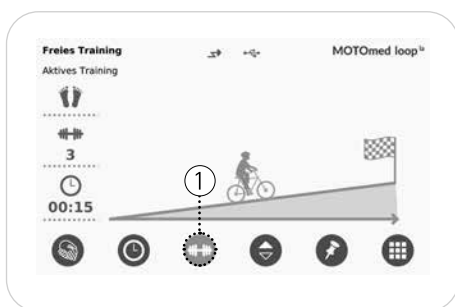

Abb. 5.32
siehe Abb. 5.32 Drücken Sie während des Aktivtrainings den Button ‚Gewicht‘ ①.